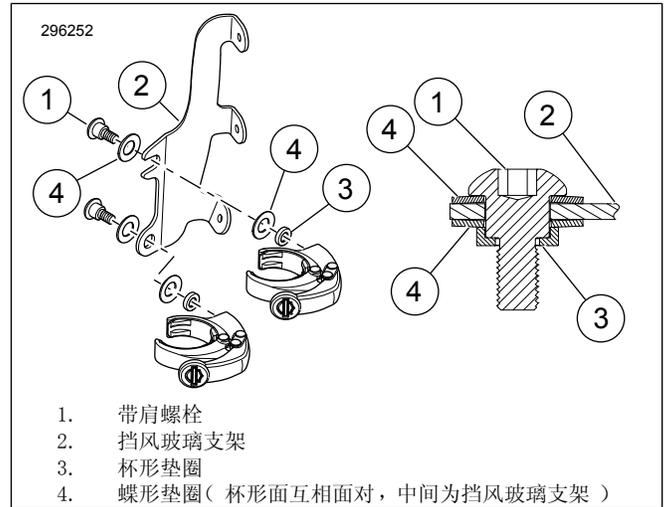

图1。挡风玻璃安装夹具
2. 参见图1。松松地将夹具组件安装至挡风玻璃安装架(2)。如图所示，用带肩螺栓(1)、碟形垫圈(4)和杯形垫圈(3)固定。